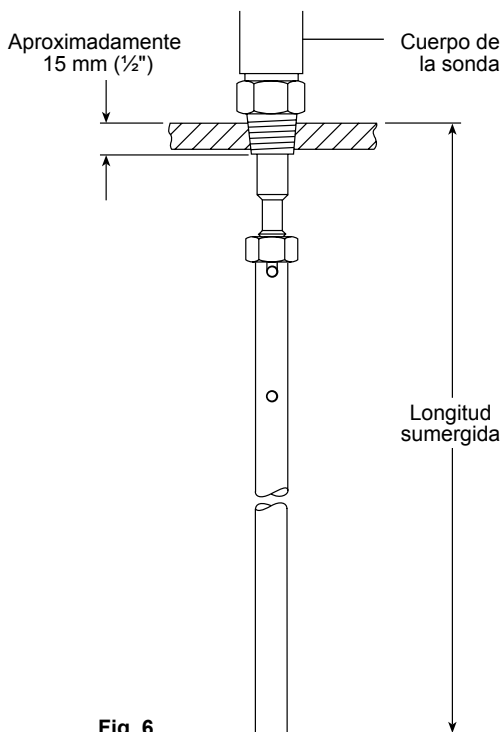

Fig. 6
- Con una sierra fina cortar la varilla de la sonda a esta longitud (ver Fig. 6).